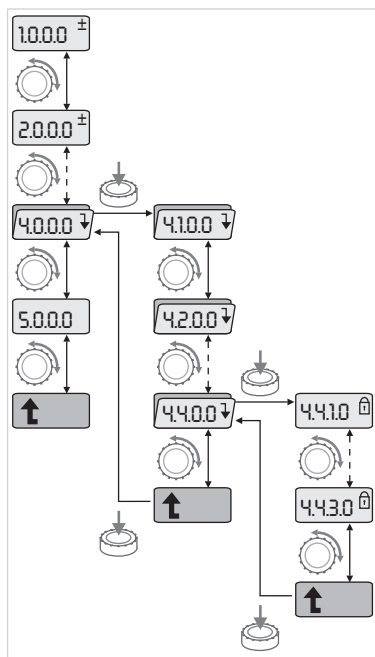

Fig. 36: Navigeerimisnäide
- Tavanavigeerimine menüüs käib nii (vt näidet Fig. 36). Navigeerimise ajal vilgub menüü number.